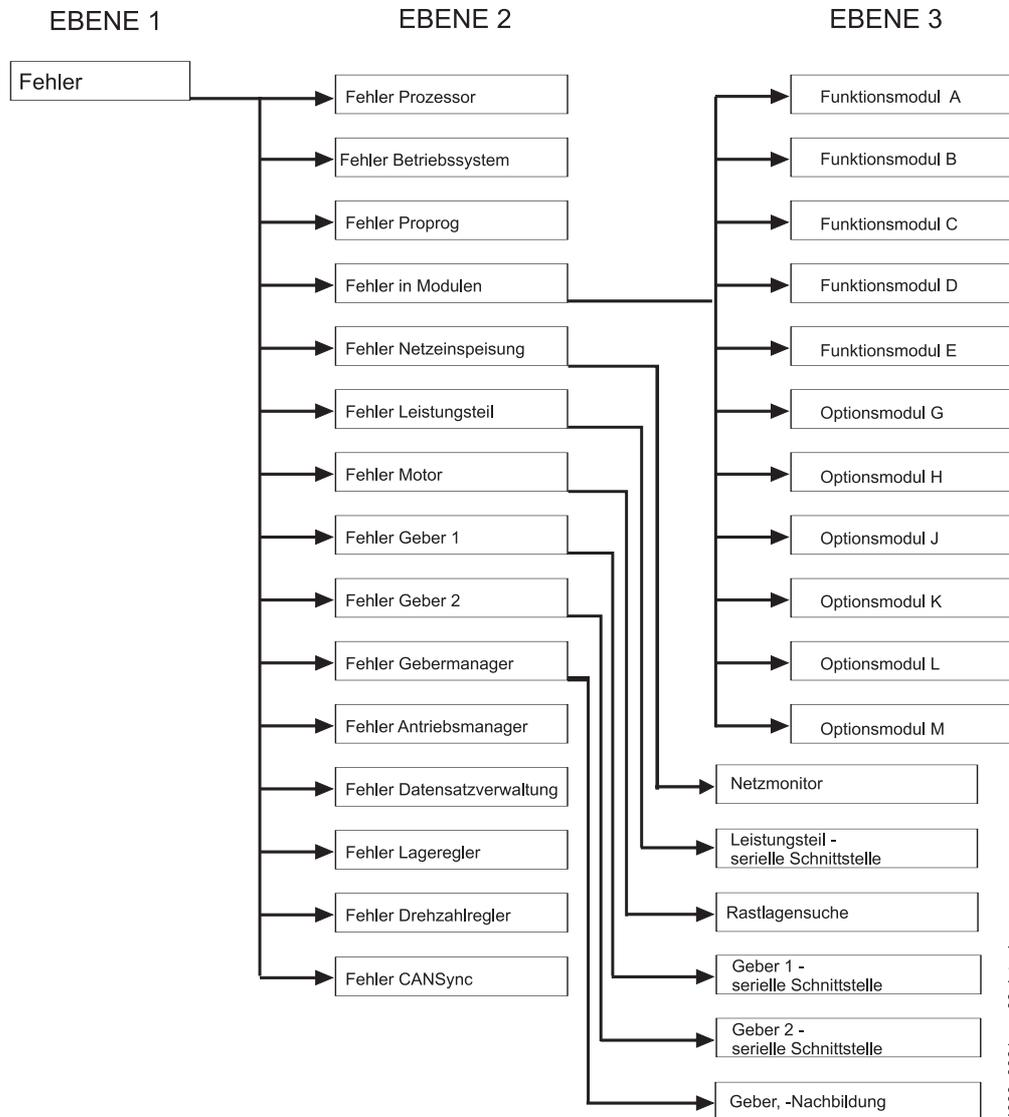

Abbildung 25: Aufbau der Fehlerliste - Übersicht
- Ebene 2** Die Fehlermeldungen sind nach der Übersicht geordnet (►Abbildung 25◄ auf Seite 59).
Ebene 3 Fehler werden nur in ProDrive mit Punkt getrennt zum zugehörigen Ebene 2 Fehler angezeigt (siehe auch ►Abbildung 25◄ auf Seite 59).